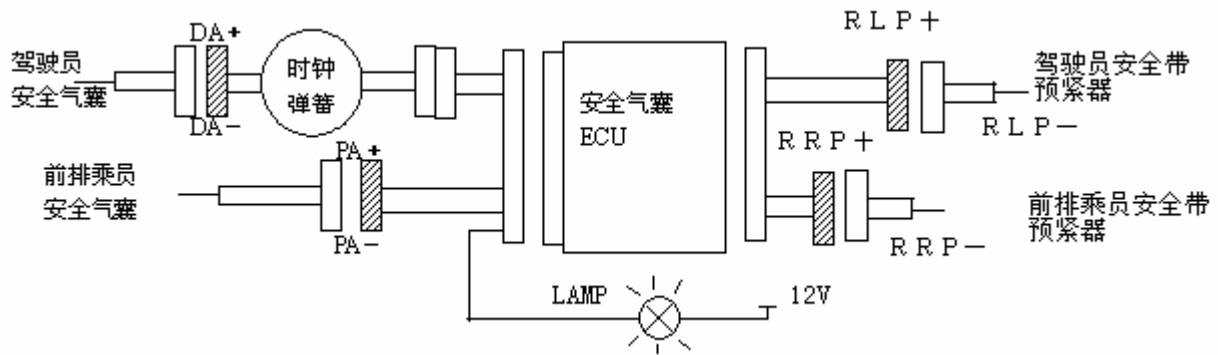

图 11 断开连接器
| 端子编号(参照图 11) | 端子代号 | 端子名称           |
- c) 断开驾驶员和前排乘员安全气囊模块连接器、安全气囊 ECU 连接器。如图 11 所示。
- b) 用专用维修工具跨接线将时钟弹簧上点火器插头两个端子连接起来，见图 11。